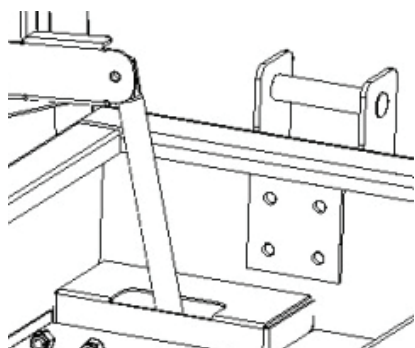

Рис. 1 (показан рояльный ящик)
1. Прикрепите кронштейны к ТОРЦАМ устройства, как можно ближе к наружным углам и максимально высоко. Установите опорную плиту на внутреннюю поверхность, убедитесь, что ваше местоположение не мешает перемещению таких внутренних деталей, как защитные щитки газовых пружин, уголки и пр. (См. рис. 1). Некоторые устройства поставляются с заранее пробитыми отверстиями для монтажа подъемных кронштейнов. В этом случае перейдите к пункту 4.